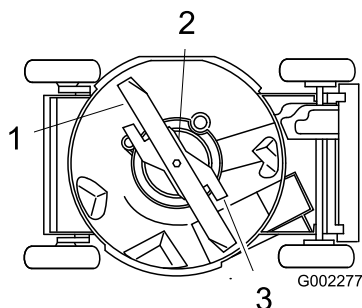

Figure 26
4. Basculez la tondeuse sur le côté **gauche** (filtre à air en haut) (Figure 26).